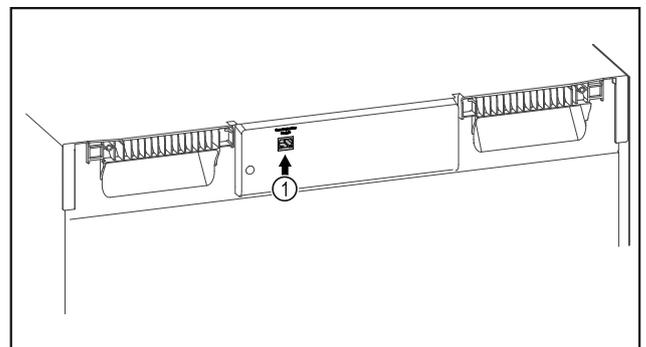

Fig. 131
- SmartModule Fig. 131 (1) ist eingesetzt.